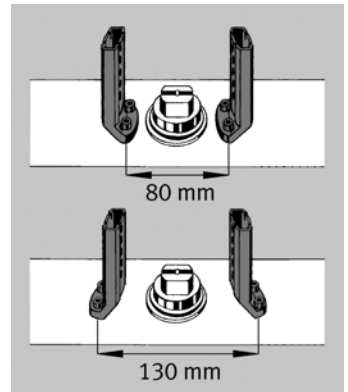

Рис. 4
2. Определить надлежащее положение лап для монтажа установки датчика конечного положения на поворотном приводе (→ Рис. 4).